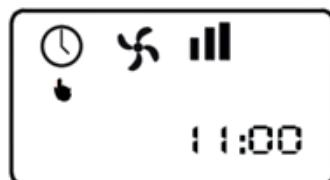

Рис. 5 Начальный интерфейс
2.10 На начальном интерфейсе нажмите кнопку "Установка времени" на длительное время, тогда время включения по времени и время выключения по таймеру автоматически сбрасываются, а интерфейс вернется автоматически в исходный (рис. 5);